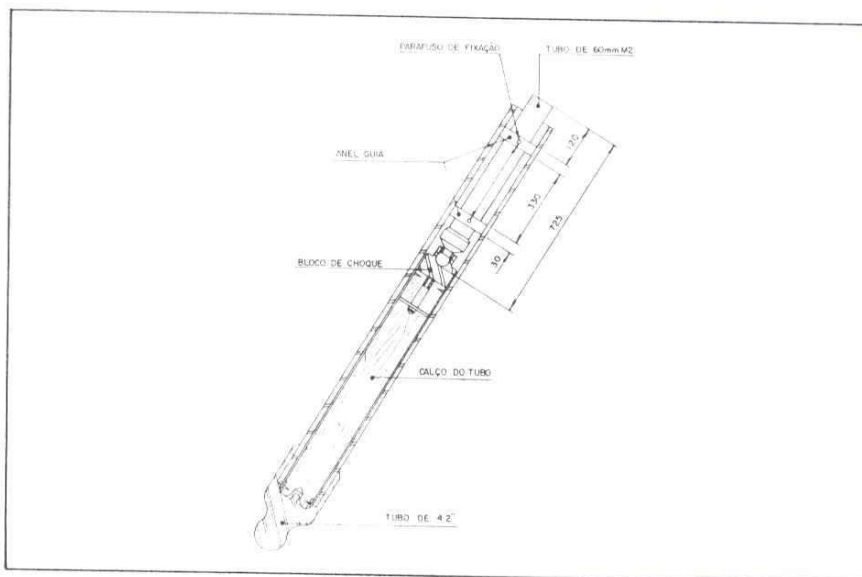

Fig 2-12. Montagem do redutor 60mm no Mrt 4.2''
- e. Introduzir o tubo de 60mm com o bloco de choque e dos dois anéis guias no interior do tubo 4.2'', verificando antes se estas peças, estão corretamente montadas e fixadas no tubo de 60mm (Fig 2-9 e 2-10), de acordo com a Fig 2-12. Executar esta operação cuidadosamente, para não danificar o raiamento, até que este conjunto se apoie completamente sobre o calço do tubo. O redutor está pronto para o tiro.